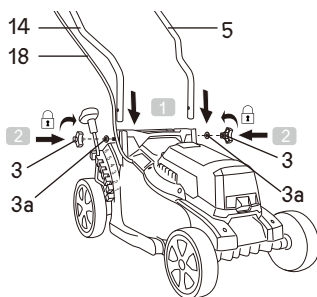

FIG. 3
1. Aligner le trou de montage de la poignée inférieure (5/14) avec le trou de montage du support de la poignée (Fig. 3, étape 1).
2. Fixer la rondelle (3a) au boulon et fixer la poignée inférieure (5/14) en tournant le bouton (3) dans le sens horaire pour serrer (Fig. 3, étape 2).
3. S'assurer que le cordon de commande (18) s'aligne au côté supérieur de la poignée inférieure (à droite) (14).